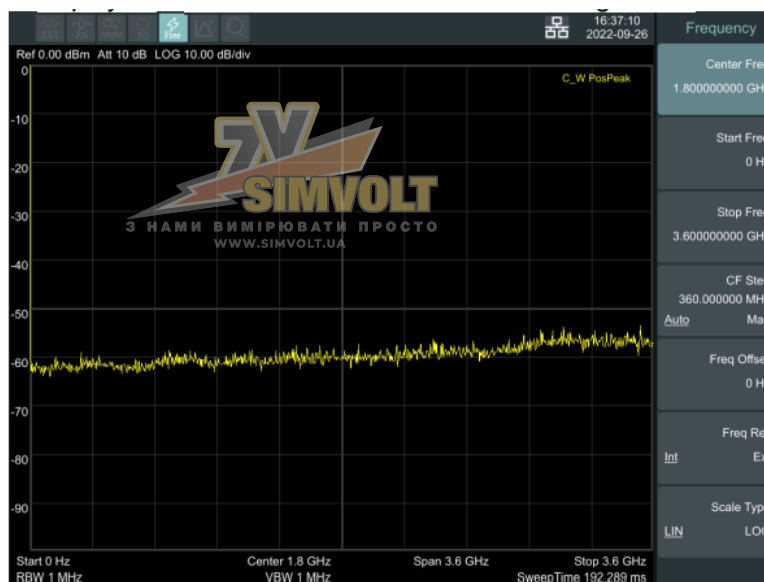

Рисунок 4-8 Повний діапазон
1) Натисніть **【Preset】**, щоб повернути аналізатор до заводського стану. Аналізатор спектра відобразить спектр від 9 кГц до максимальної ширини діапазону. Згенерований сигнал відобразиться у вигляді вертикальної лінії на частоті 100 МГц. Див. рисунок 4-8.